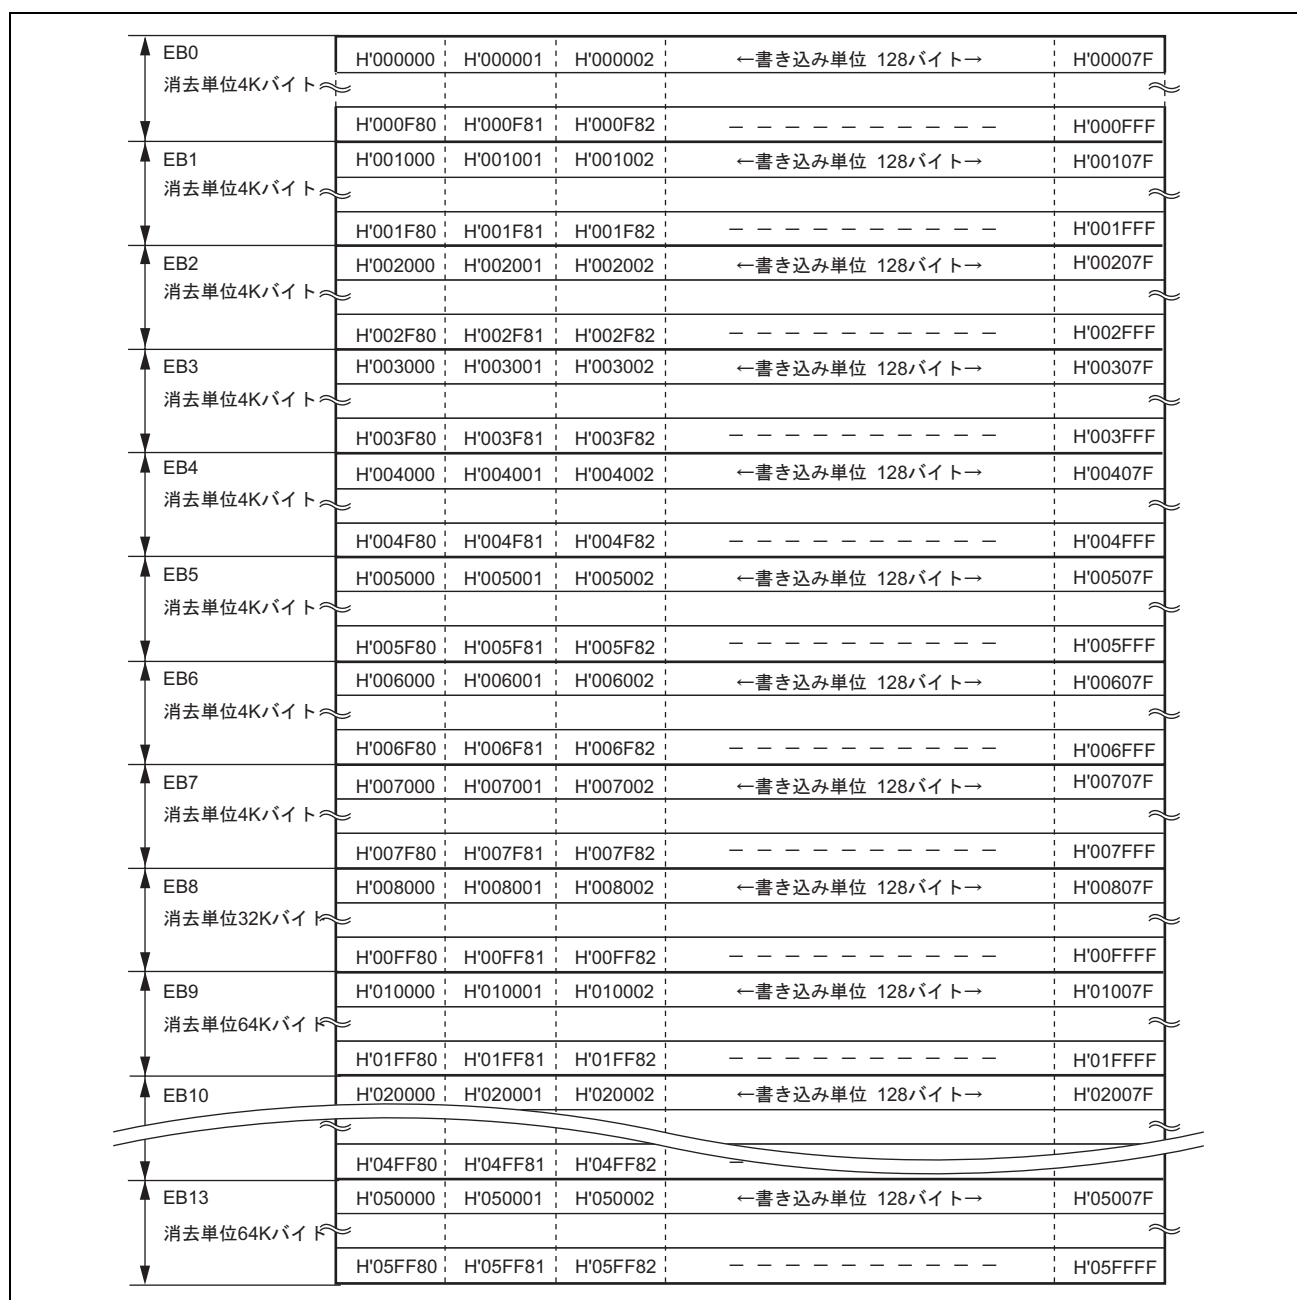

図 25.4 (1) H8SX/1662 のユーザマットのブロック構成
図 25.4 (1) に 384K バイトのユーザマットのブロック構成を示します。太線枠は消去ブロックを表します。細罫線は書き込みの単位を表し、枠内の数値はアドレスを示します。ユーザマットは、64K バイト（5 ブロック）、32K バイト（1 ブロック）、4K バイト（8 ブロック）に分割されていて、消去はこのブロック単位で行います。書き込みは下位アドレスが H'00 または H'80 で始まる 128 バイト単位で行います。4K バイト分割の 8 ブロックが RAM エミュレーション可能な領域です。